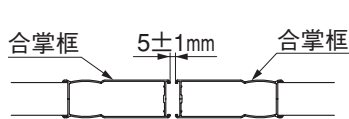

図8-1
- 両開きの場合、合掌框と合掌框のチリ寸法は $5\pm 1\text{mm}$ に調整してください。(図8-1参照)